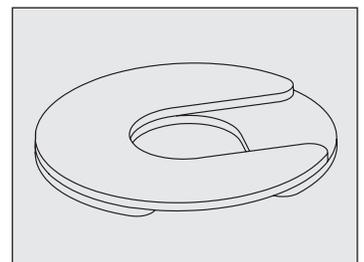

Abb. 10. Installieren Sie mehrere Unterlegscheibe n mit versetzten Schlitzen.
- Wenn mehr als eine Unterlegscheibe verwendet wird, stellen Sie sicher, dass die Schlitze der Unterlegscheibe versetzt sind. Siehe Abb. 10.
- Verwenden Sie **NICHT** mehr als vier (4) Unterlegscheiben an einer Laufrolle.